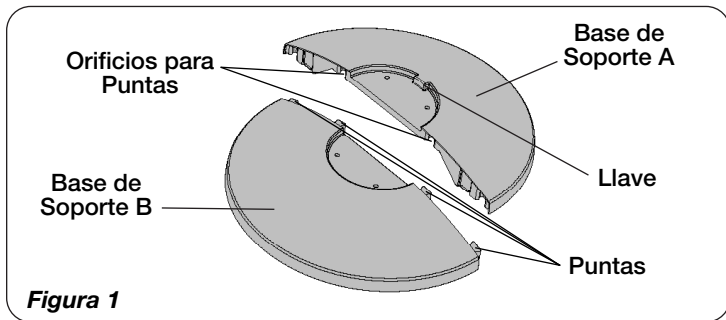

Figura 1
2. Arme las Mitades de la Base de Apoyo encastrando las **Puntas** de la **Base de Apoyo A** con los **Orificios para Puntas** en la **Base de Apoyo B**. (Figura 1)